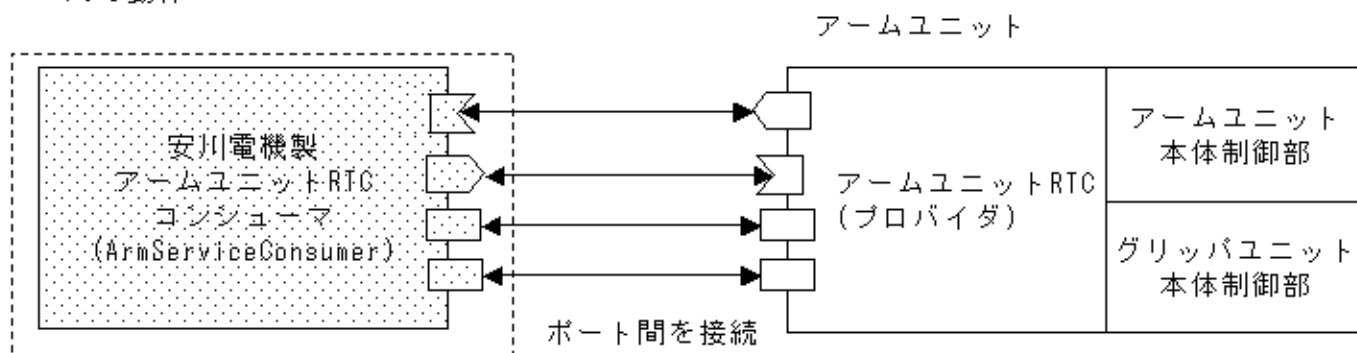

図 2 ソフトウェア構成
本システムのハードウェア構成を図 1 に、ソフトウェア構成を図 2 に示します。本アームユニットは、安川電機が開発したサービスロボット (SmartPal) のアーム部分であり、7 軸で構成されています。
- A) ユーザが開発したアームユニット RTC コンシューマの使用 (図 2 の A)
- B) 安川電機が開発した安川電機製アームユニット RTC コンシューマの使用 (図 2 の B)